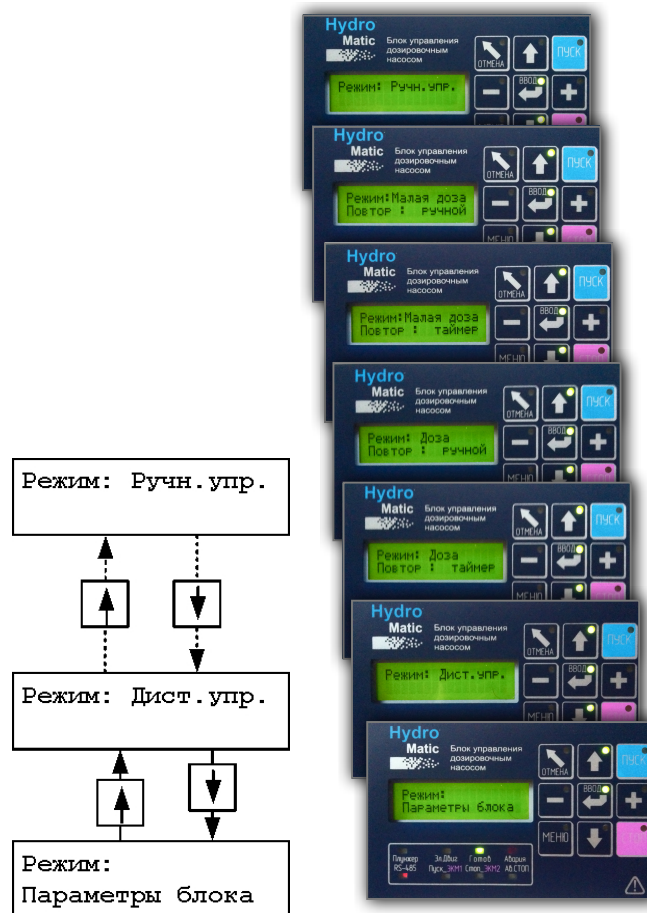

Рисунок 10 – Вид и просмотр экранов главного меню.
2.3.2.1 Выбор режимов работы осуществляется из главного меню БУ, состоящего из семи экранов, отображаемых на индикаторе, переход по которым осуществляется с помощью кнопок «ВВЕРХ» и «ВНИЗ» (рисунок 10), а выбор нужного режима – с помощью кнопки «ВВОД».
Переход в режим «Ручное управление» осуществляется из главного меню выбора режимов работы (рисунок 10) нажатием кнопки «ВВОД» на лицевой панели БУ при надписи на экране индикатора: